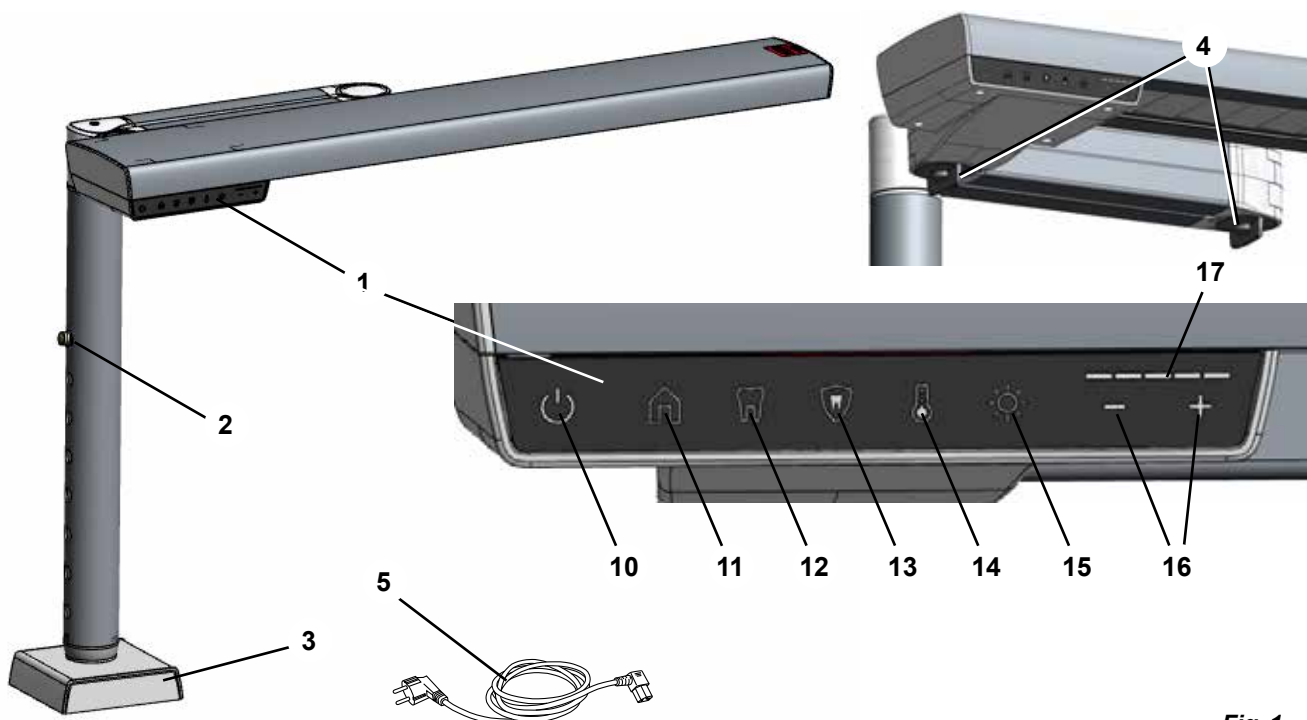

Fig. 1
- ⇒ Натисніть на фіксатор регулювання висоти (2, рис. 1) й витягніть внутрішню трубку на цоколі в максимальне положення.
i Щоб визначити відповідне місце закріплення, відпустіть фіксатор шарніра (4, рис. 1) та перевірте, чи можете ви перемістити робочу лампу в оптимальне положення, описане вище (розділ 4.2.1).
- ◆ Кнопка «Яскравість» (15, рис. 1) підсвічується.
- ◆ Поточне значення яскравості відображається на індикаторі інтенсивності (17, рис. 1).